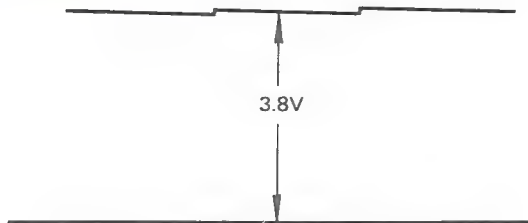

Abbildung 37
2. Auf einem Oszillograph TP3 beobachten und R777 so einstellen, daß wie auf Abbildung 37 gezeigt 3,8V erhalten werden.